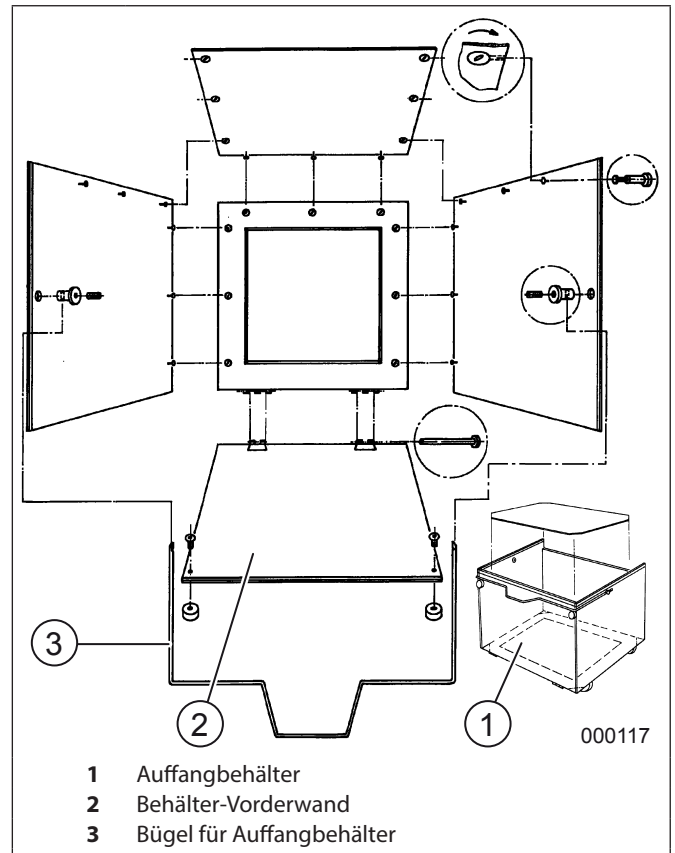

Abb.2 Montage des Auffangbehälters
3. Vorderwand (Abb.2/2) mit Hilfe der mitgelieferten Scharnierbolzen an Fußrahmen montieren (Scharnierbolzen von außen in die Scharniere stecken).
4. Gelenkbolzen für Bügel wie gezeigt durch die Seitenwände stecken und den Bügel (Abb.2/3) von vorne zu den Bohrungen der rausstehenden Gelenkbolzen-Enden führen, durchstecken und dort mit Hilfe der beiden Gewindestifte festschrauben.